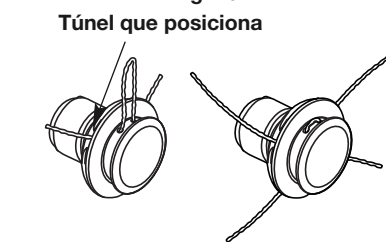

Fig. 17
5. Empuje y/o tire de la línea de modo que ésta se ajuste al cabezal central y quede completamente extendida a través de los túneles de colocación (Fig. 17).